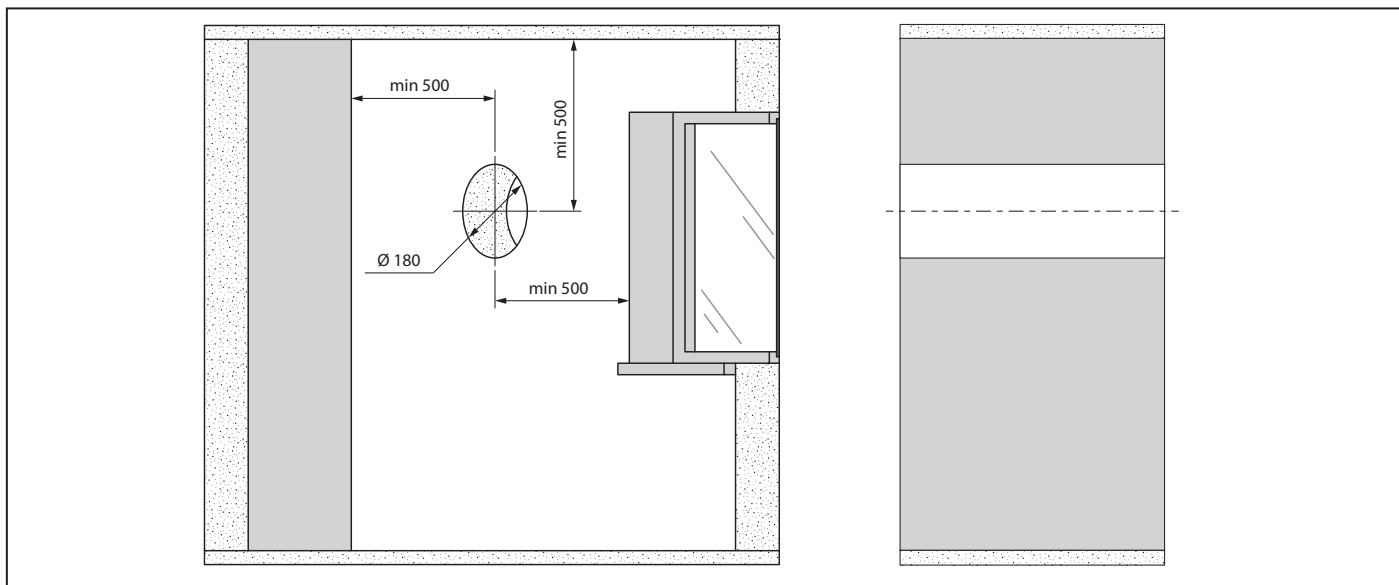

Abb. 5.
1. 1. Nehmen Sie eine runde Kernlochbohrung in der Außenwand für die Montage der Lüftungsanlage vor. Das Maß ist in der folgenden Abb. 5